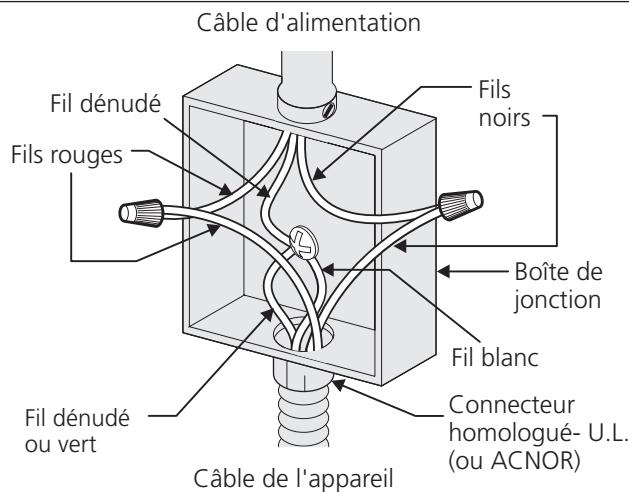
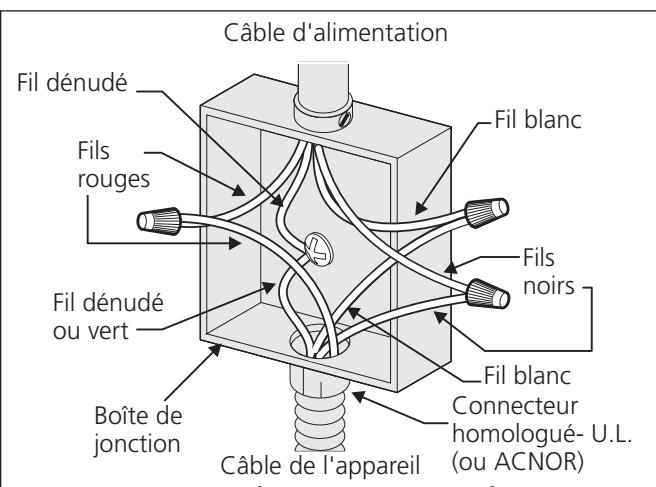

Figure 4
Figure 5 - BOÎTE DE JONCTION À 4 FILS MISE À LA TERRE
**AVERTISSEMENT** (Si votre appareil possède un câble muni d'un conducteur blanc neutre.) Cet appareil est fabriqué avec un câble d'alimentation muni d'un fil blanc neutre et d'un fil de mise à la terre en cuivre branché sur le châssis. Si l'appareil est utilisé, aux États-Unis, dans une maison mobile, un nouveau branchement (1996 NEC), un véhicule récréatif où les codes locaux n'autorisent pas la connexion du conducteur de mise à la terre du châssis au neutre ou au Canada, débranchez les fils blanc et vert des autres et utilisez le fil de mise à la terre pour mettre à la terre l'appareil conformément aux codes locaux, branchez le conducteur neutre de manière habituelle au circuit neutre voir la figure 5. Si l'appareil doit être branché à un câble à 3 fils (aux États-Unis seulement), où les codes locaux permettent la connexion du fil de mise à la terre du châssis au neutre (blanc). Voir la figure 4.
Si les codes locaux permettent la connexion du fil de mise à la terre du châssis au neutre (blanc) (aux États-Unis seulement) (voir figure 4):
Raccordez les fils de l'appareil à ceux du circuit électrique tel que montré à la figure 4.
Si l'appareil est utilisé dans une maison mobile, un nouveau branchement (1996 NEC), un véhicule récréatif ou si les codes locaux N'AUTORISENT PAS la connexion du conducteur de mise à la terre du châssis au neutre, le châssis de l'appareil NE DOIT PAS être branché au fil neutre du câble à 4 fils. (voir le figure 5):
Raccordez les fils de l'appareil à ceux du circuit électrique tel que montré à la figure 5.